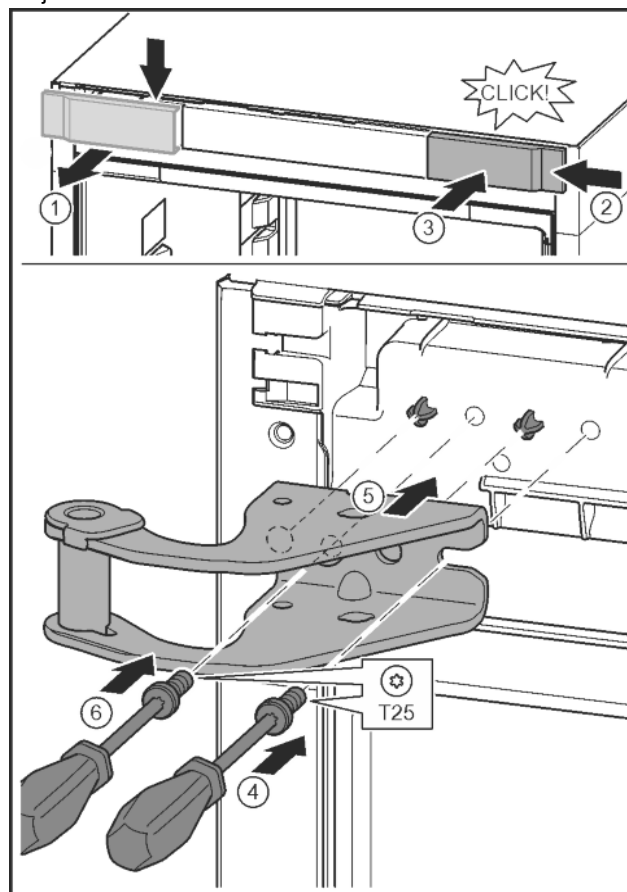

Fig. 12
- Kryt uvolněte a sejměte do strany. *Fig. 12 (1)*
- Kryt otočený o 180° zavěste na druhé straně zprava. *Fig. 12 (2)*
- Zaklapněte kryt. *Fig. 12 (3)*
- Šroubovákem T25 nasadte šrouby. *Fig. 12 (4)*
- Nasadte horní stojan ložiska. *Fig. 12 (5)*
- Utáhněte šroub. *Fig. 12 (4)*
- Šroubovákem T25 vložte šroub a utáhněte. *Fig. 12 (6)*